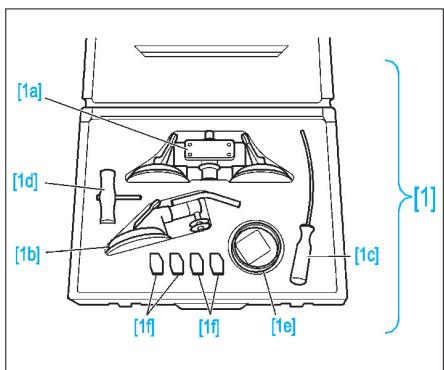

FIG. 118
Vitrages collés**PARE-BRISE****OUTILLAGE SPÉCIFIQUE (FIG.118)**
- Faire passer l'alène [1c] (Fig.118) à travers le cordon de colle, de l'intérieur vers l'extérieur, au niveau de la fixation avant de la barre de toit gauche.